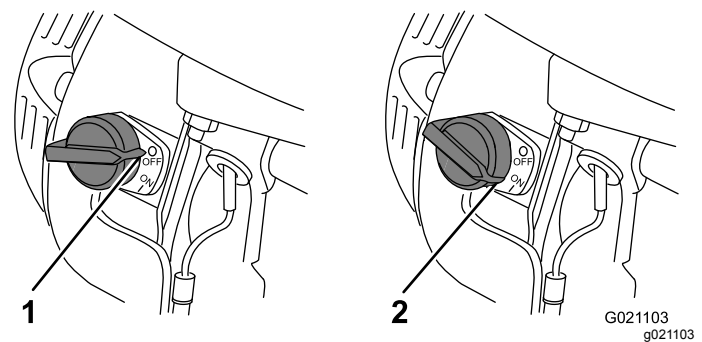

Figure 14
L'interrupteur Marche/Arrêt (Figure 14) permet de démarrer et d'arrêter le moteur. Cet interrupteur est situé sur l'avant du moteur. Tournez l'interrupteur Marche/Arrêt en position de MARCHÉ (ON) pour démarrer le moteur et le faire tourner. Tournez l'interrupteur Marche/Arrêt en position ARRÊT (OFF) pour arrêter le moteur.